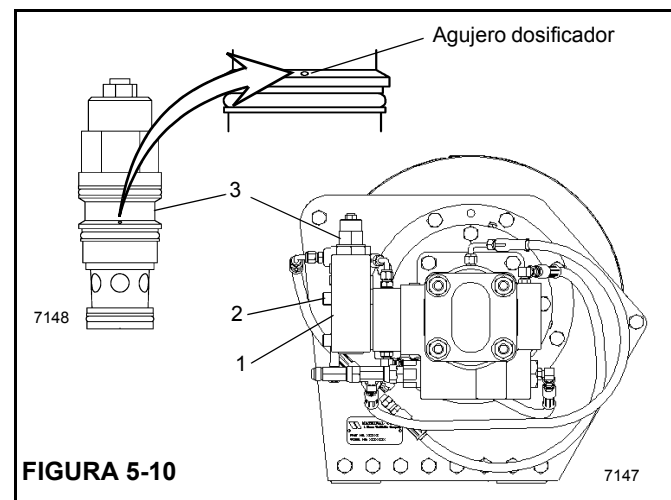

FIGURA 5-10
1. Retire la manguera y el bloque de válvula equilibradora (1) del conjunto del motor.
2. Para retirar el bloque de válvula equilibradora (1), suelte y retire los 4 pernos (2).
3. Retire la válvula equilibradora (3) del bloque (2) e inspeccione el agujero dosificador pequeño en el costado de la válvula de cartucho para comprobar que no está obstruido (Figura 5-10). También revise los anillos "O" para asegurar que no estén cortados ni aplastados.